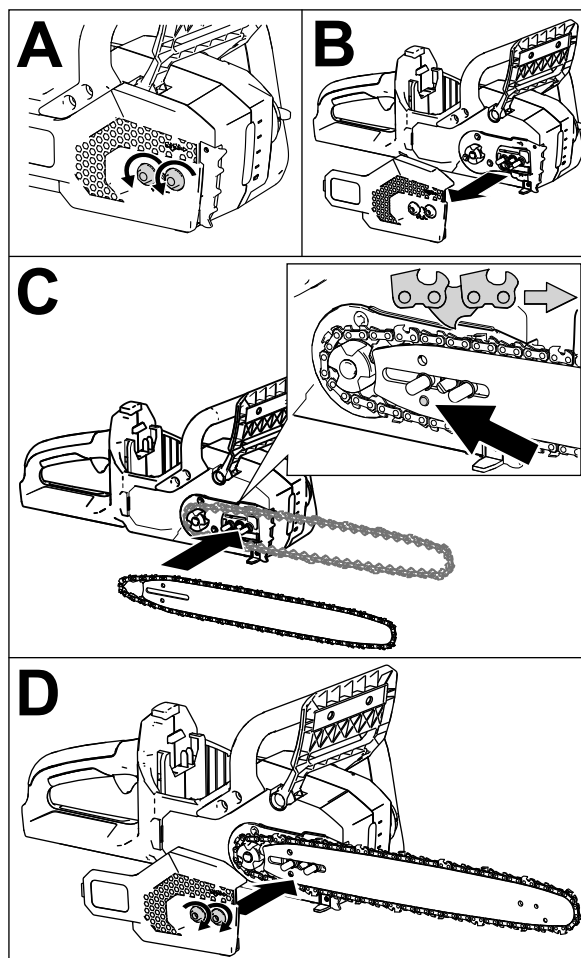

Figura 34
1. Si la cubierta lateral está instalada en la máquina, afloje las 2 tuercas prisioneras que sujetan la cubierta lateral a la máquina y retírela (Figura 34, A y B).
2. Coloque la cadena alrededor del piñón de arrastre en el extremo delantero de la espada, **con el filo de corte de los dientes de la cadena del tramo superior de la espada orientado hacia adelante** como se muestra en el diagrama de la cubierta lateral de la motosierra (Figura 34, C).
4. Posicione el bucle abierto de la cadena (separado de la espada) alrededor del piñón de arrastre de la motosierra, e instale la espada con la cadena en la motosierra, como se muestra en la Figura 34, C.
Importante: Asegúrese de que insertar el espárrago de ajuste de la cadena en el orificio indicado por la flecha en la Figura 34 C. Puede ser necesario girar el pomo tensor de la cadena para poder introducir el espárrago en el orificio de la espada.
5. Instale la cubierta lateral, pero no apriete del todo las tuercas prisioneras (Figura 34, D).